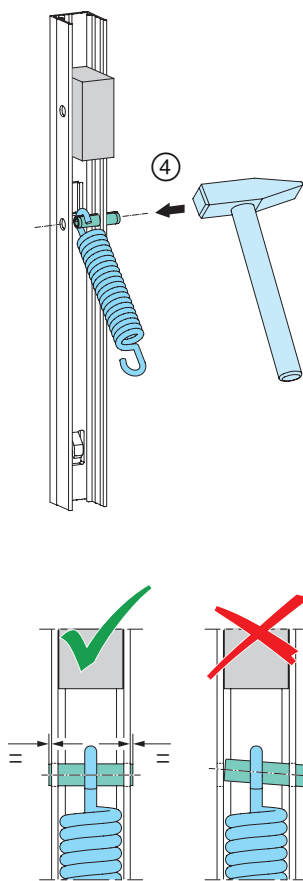
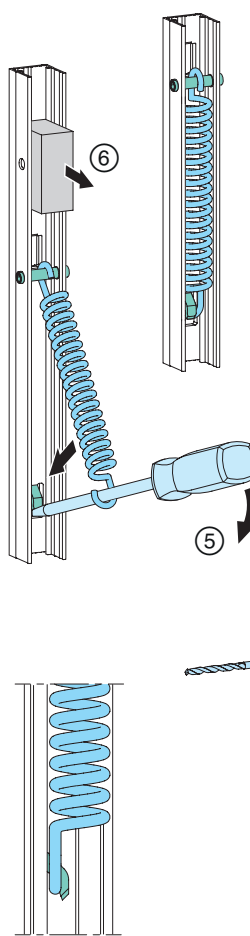

Abb. 24
Abb. 25
- ④ Schraubenzugfeder mit Spannstift an Getriebestulp befestigen; **Abb. 24.** und
- ⑤ mittels Schlitz-Schraubendreher über die Kopplungsnase der Riegelstange ziehen.
- ⑥ Distanzklotz entnehmen; **Abb. 25.**